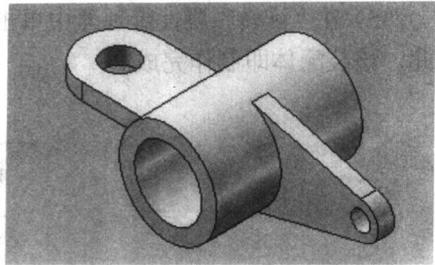

图 1-16 等轴侧效果
(9) 将视图设置为“等轴侧”视图后的效果如图1-16所示。至此，该装配体即制作完成。